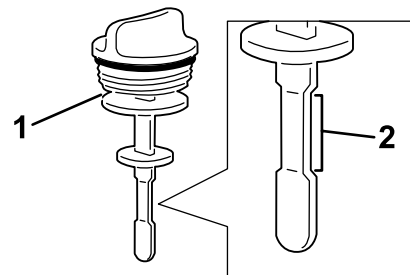

Figure 95
4. Ressortez la jauge et vérifiez le niveau de liquide (Figure 95).